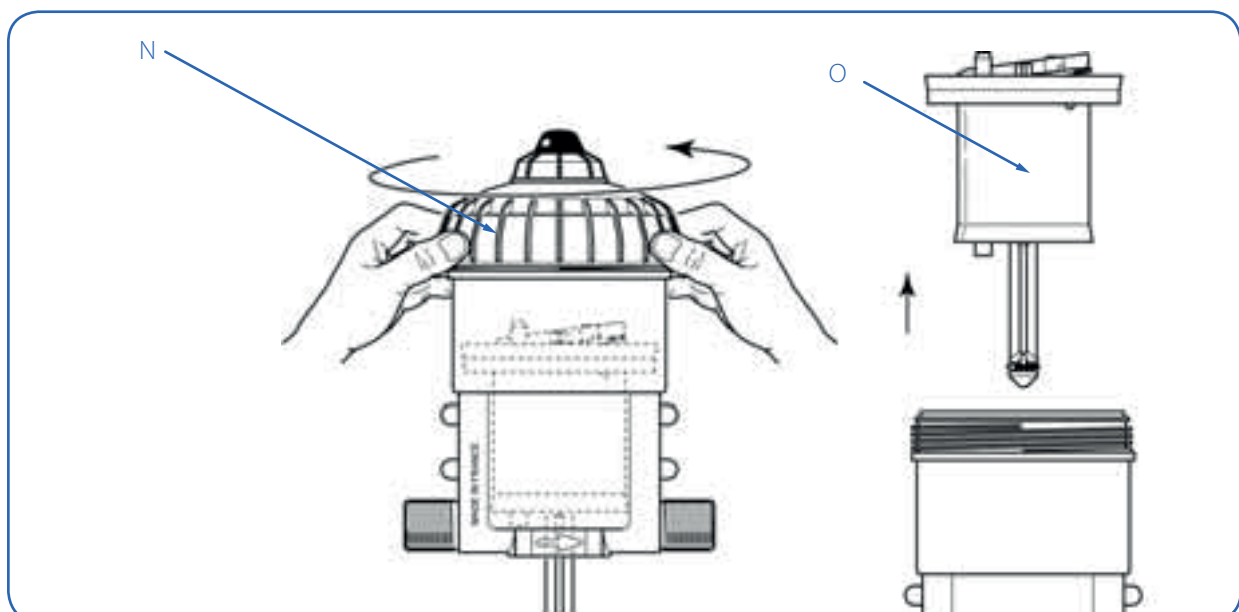

Fig.16.
- Desenroscar la campana manualmente (Fig. 16-N) y retirarla.
- Sacar el pistón motor (Fig. 16-O) tirando hacia arriba.